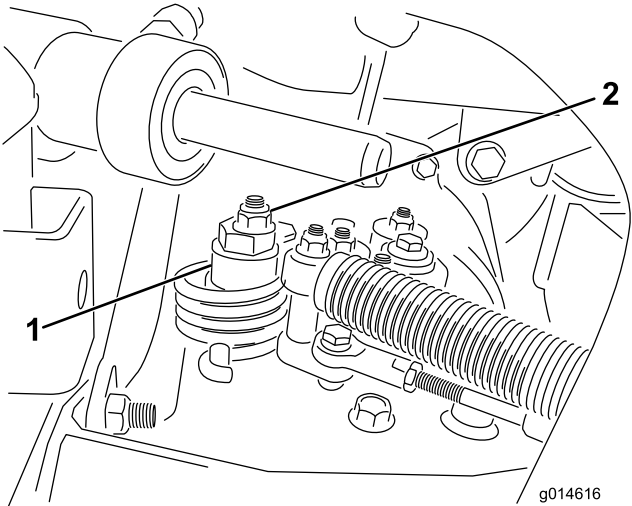

Figura 49
A. Liberte a porca que fixa o disco excêntrico ao cima do hidróstato (Figura 49).
- C. Rode o disco excêntrico até eliminar a deslocação em qualquer um dos sentidos. Quando a roda deixar de rodar, aperte a porca, bloqueando deste modo o disco excêntrico e fixando a posição de ajuste (Figura 49). Verifique se o ajuste é o adequado colocando o regulador nas posições Lento e Rápido.